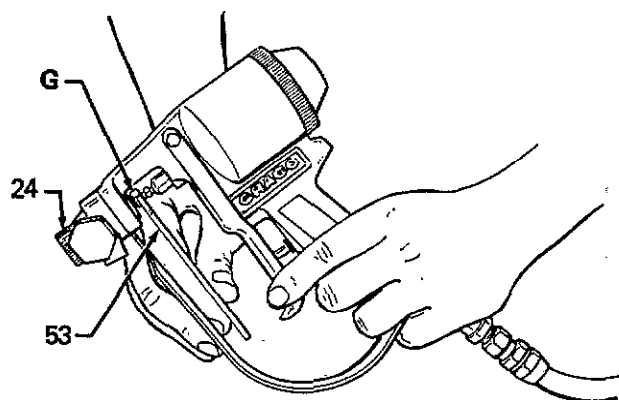

Fig 8
- 11) Utilizar la llave 3/16 (48) para volver a montar firmemente los dos tornillos Allen (7) en el alojamiento de boquilla (par 4,5 N.m). Ver Fig. 8.
- 12) Atornillar la tapa de aire (24). Conectar una línea de entrada de aire (K) a la protuberancia ensanchada (9) de la pistola. Ver Fig. 8.
- 13) Utilizar el extremo 7/16" de la llave (53) para regular la tuerca de guarnición (G) hasta que deje de estar libre. No apretar demasiado fuerte. Ver Fig. 8.